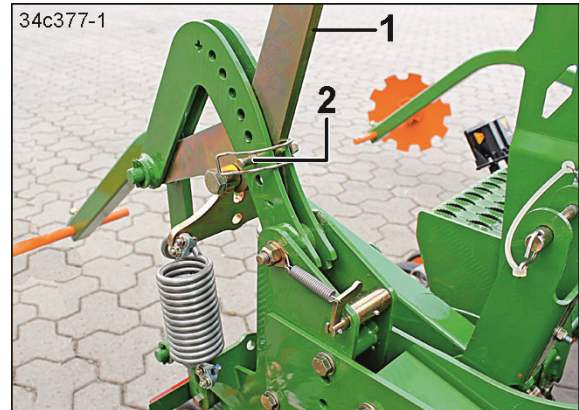

Рис. 201
2. Потягніть за важіль (Рис. 201/1) і коротким рухом витягніть шплінт (Рис. 201/2).